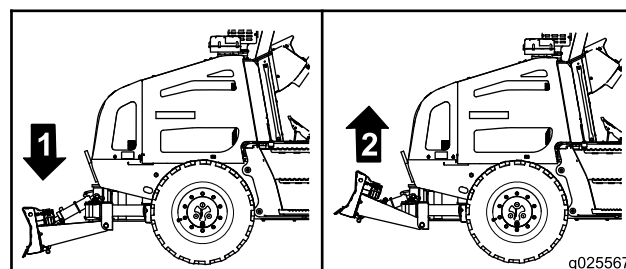

Figura 50
- Per abbassare la lama livellatrice, spostate il joystick in avanti (Figura 50).
- Per sollevare la lama livellatrice, spostate il joystick all'indietro (Figura 50).